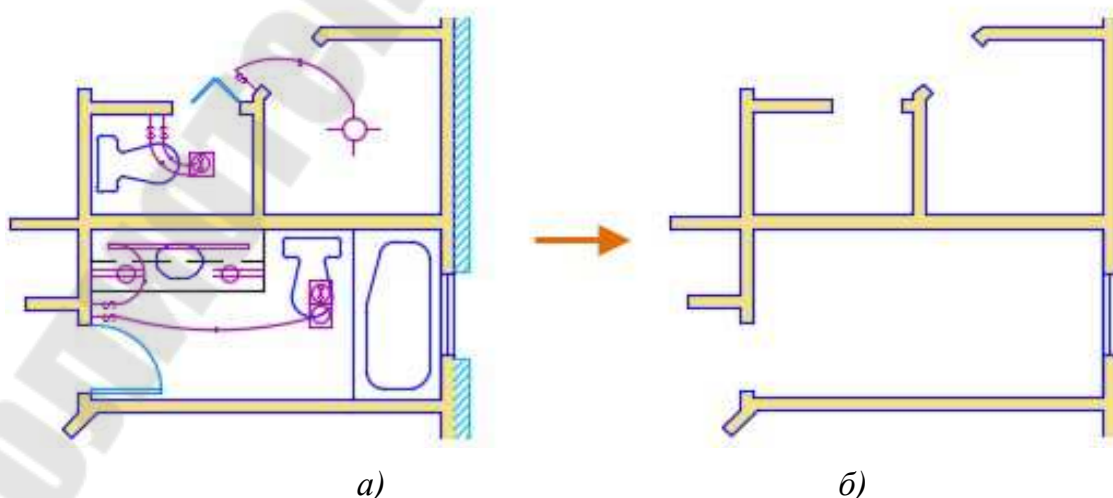

Рис. 3.128 Документ с включенным (а) и отключенным (б) слоем
- 💡 – слой отключен, невиден на экране и не выводится на печать (рисунок 3.128).